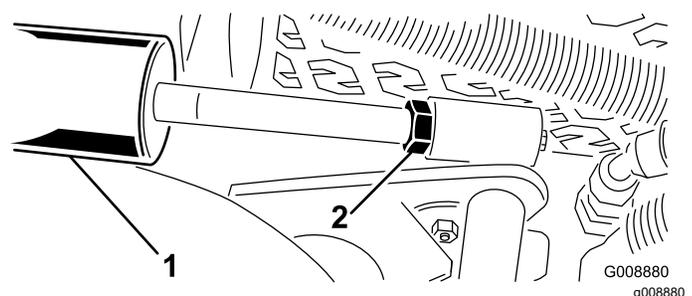

Рисунок 31
- Ослабьте контргайку на гидроцилиндре подъема (Рисунок 31).